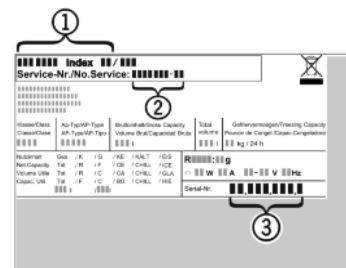

Fig. 12
- ▶ Produktbetegnelse *Fig. 12 (1)*, servicenr. *Fig. 12 (2)* og serienr. *Fig. 12 (3)* finner du på typeskiltet. Typeskiltet sitter på venstre side inne i enheten.
- ▶ Kontakt kundeservice, beskriv feilen og angi produktbetegnelse *Fig. 12 (1)*, servicenr. *Fig. 12 (2)* og serienr. *Fig. 12 (3)*.